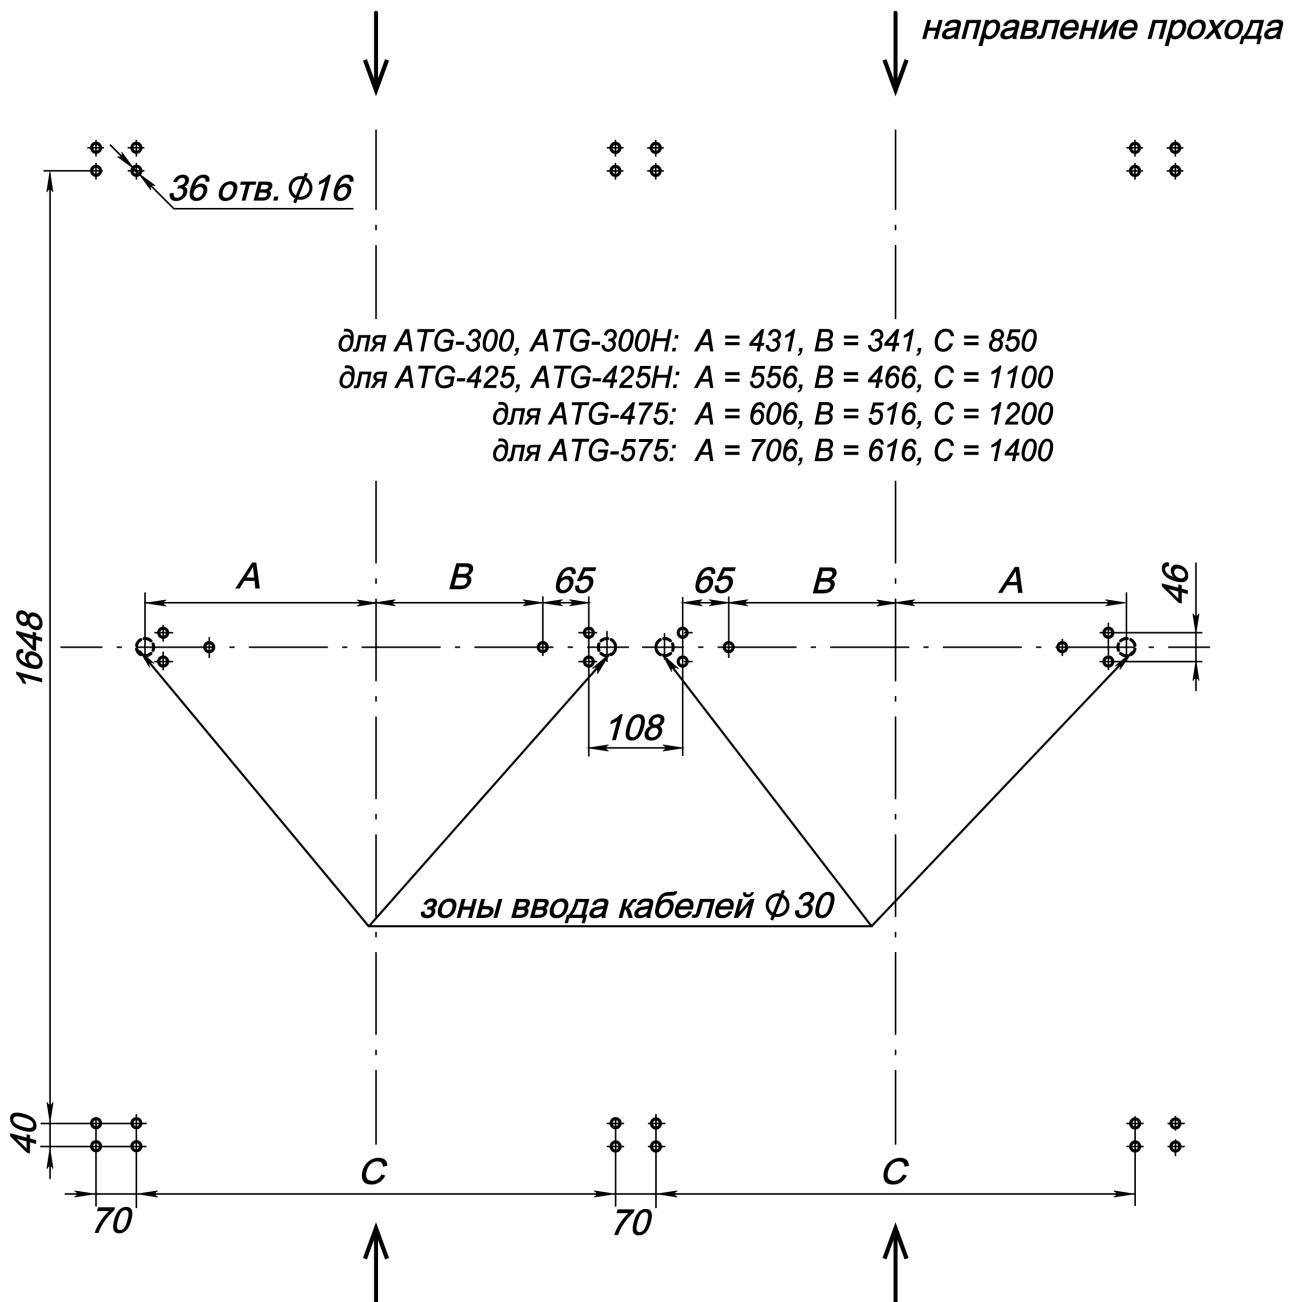

Рисунок 20. Схема разметки для монтажа турникета и двусторонней секции¹
Содержание монтажных операций дано с учетом рекомендаций, приведенных в разд. 8.1. Оборудование и инструменты, необходимые при монтаже, перечислены в разд. 8.2. Номера позиций указаны в соответствии с рис. 8 и 9. Схема электрических соединений турникета приведена на рис. 20. Типы кабелей, используемых при монтаже, перечислены в табл. 5. На рис. 19 приведен пример схемы соединений турникета и двусторонних секций при организации проходной с несколькими зонами прохода.
Если нет возможности использовать способ протяжки кабелей кондуктором, при необходимости кабели DC и CAN можно проложить сразу, до начала установки секций. Данные кабели находятся в центральной стойке секции (стороны секции) *Slave* внизу под кожухом. Для этого необходимо распаковать секцию *Slave*, снять кожух с центральной стойки (см. рис. 21), вынуть кабели DC и CAN и отсоединить их от платы управления приводом. На концах жил кабелей имеются маркеры с номерами, соответствующими схеме соединений (рис. 20).
14. Через отверстие для ввода кабелей в основании центральной стойки двусторонней секции (со стороны *Master*) введите внутрь стойки кабели для управления второй зоной прохода: от ИП, от ПДУ или контроллера СКУД, от устройства *Fire Alarm* и дополнительного оборудования, а также кабели DC (19) и CAN (20) от секции (стороны секции) *Slave* или же кондуктор для их протяжки.
20. Подключите кабели к плате управления первой зоны прохода согласно схеме электрических соединений турникета (см. рис. 11 и рис. 20). Плата расположена в нижней части центральной стойки секции *Master*.
Соединительные кабели DC (2) и CAN (4) подключаются к клеммным колодкам **X5** платы управления секции *Master* и **X1** платы привода секции *Slave* в соответствии с маркировкой их жил (см. рис. 20).